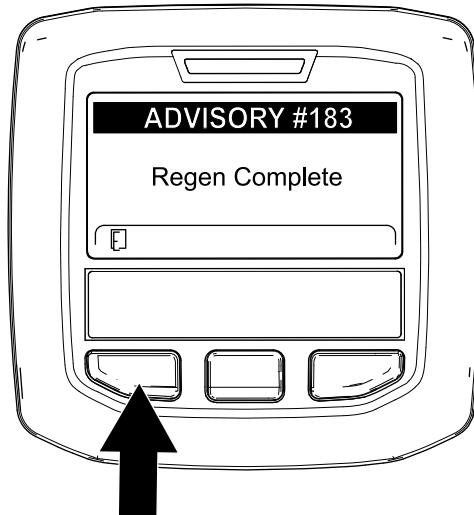

Figura 63
9. Cuando el ordenador del motor finaliza una regeneración con la máquina aparcada o una regeneración de recuperación, el InfoCenter muestra ADVISORY #183 (Aviso n.º 183) (Figura 63). Pulse el botón de la izquierda para salir a la pantalla de inicio.
Nota: Si la regeneración no se realiza correctamente, el InfoCenter muestra Advisory #184 (Aviso n.º 184) (Figura 63). Pulse el botón de la izquierda para salir a la pantalla de inicio.